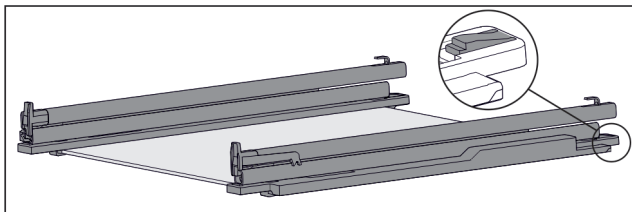

Fig. 151 Стекла́нная пластина с направляющими и крепежными элементами
- ▶ Крепежный элемент сзади прижмите вниз (см. Fig. 151) и одновременно отодвиньте направляющую назад.